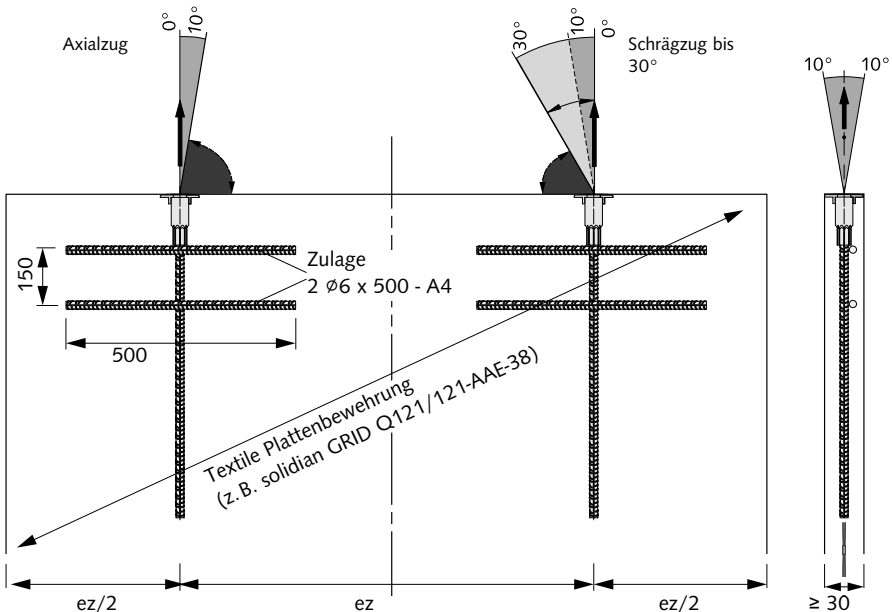

Abb. 1b: Zulagebewehrung und zulässige Belastungsrichtungen
2. Die Edelstahl-Zulagebewehrung ist (z. B. mit Kabelbindern) an der textilen Flächenbewehrung zu fixieren. Ein Stab wird direkt unter der Hülse, der andere im Abstand von 15 cm angeordnet (→ Abb. 1b).